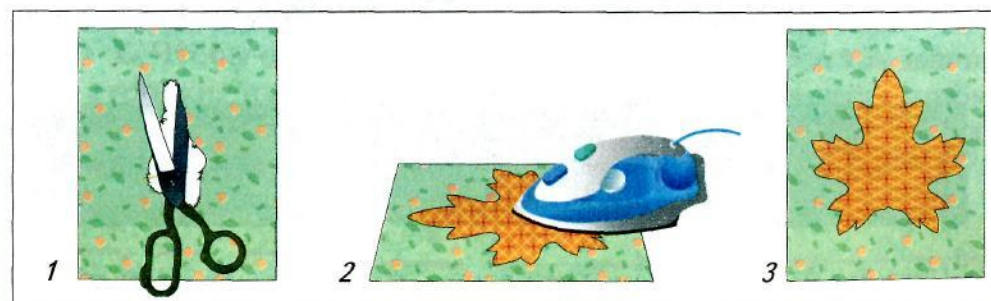

Рис. 80. Выполнение ремонта термоаппликацией
Выполни ремонт с помощью термоаппликации (рис. 80).
1. Подрежь края поврежденного участка (рис. 80, 1). Наложь на него термоаппликацию клеевой стороной вниз.
2. Приутюжь термоаппликацию в течение 15–30 секунд утюгом (рис. 80, 2), разогретым на положении «●●», или «шерсть».